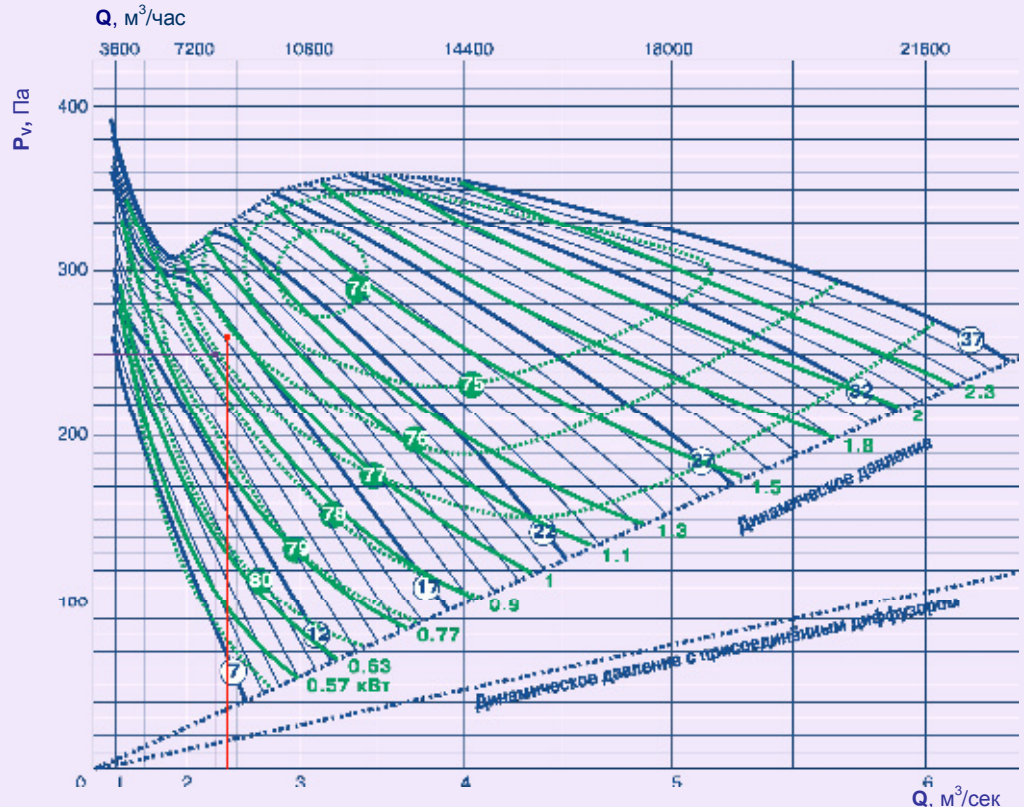
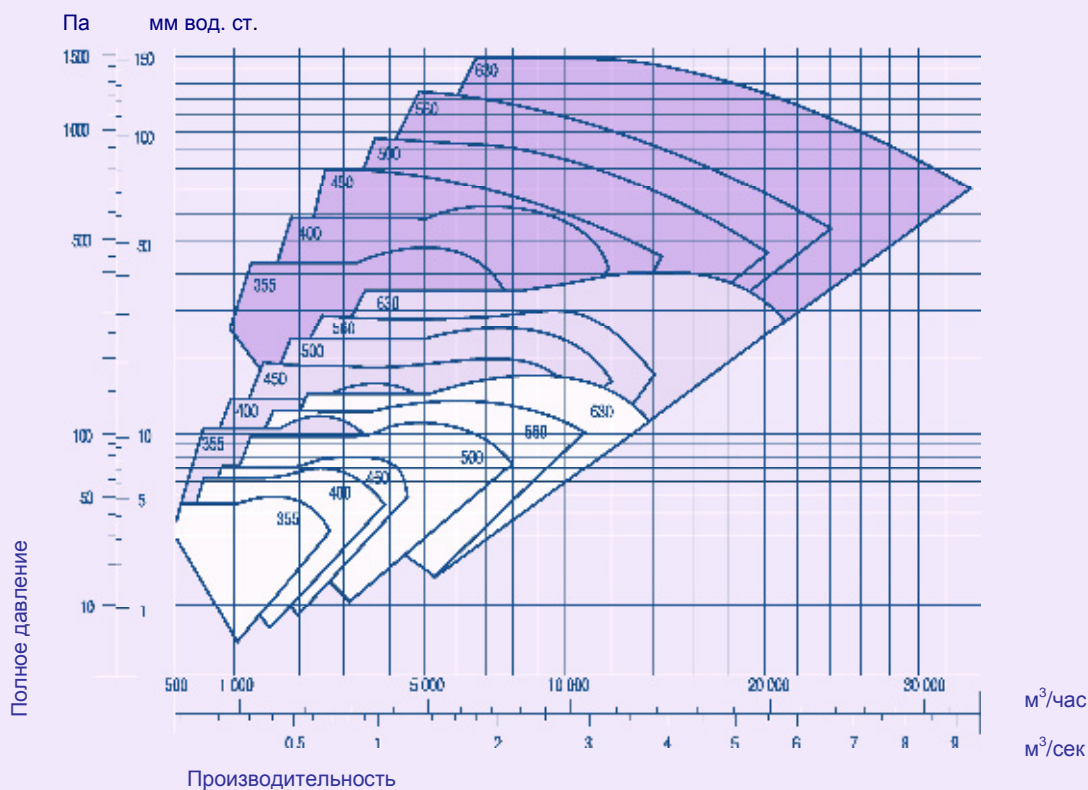

Рис. 5 Индивидуальный график характеристик вентилятора Аксипал
Рис. 6 Сводные графики характеристик вентиляторов Аксипал с размерами рабочих колес от 500 до 630 мм
Подбор вентилятора начинают с определения его номера (размера) и синхронной частоты вращения. По заданным аэродинамическим характеристикам (производительности Q и полному давлению P_v) на сводных графиках (рис. 6 и 7) определяем размер (номер) вентилятора и синхронную частоту вращения рабочего колеса вентилятора. При этом может учитываться оптимальный размер воздухопроводов или проемов в стенах и перекрытиях.
На соответствующем индивидуальном графике характеристик (рис. 5) в точке пересечения координат производительности и полного давления (рабочей точке) находим кривую характеристик вентилятора для соответствующего угла установки лопаток рабочего колеса. Данные кривые проведены с интервалом угла установки лопаток в один градус.
2. По сводным графикам аэродинамических характеристик на рис. 6 и 7 для заданных величин производительности и полного давления выбираем оптимальный размер вентилятора и синхронную частоту вращения из удовлетворяющих условиям подбора вентиляторов. Таковым оказывается вентилятор FTDB-063 (рис. 5), оснащенный электродвигателем с синхронной частотой вращения $n_0 = 1450 \text{ об/мин}$ при частоте питающей сети 50 Гц.
Н графиках представлены (см. рис. 5):
Для этого сначала с помощью шумомера необходимо измерить уровень звукового давления L_p по шкале А и его октавные составляющие в 3-х точках полусферической поверхности в соответствии с прилагаемым эскизом (рис. 6). Эти измерения производятся в испытательной лаборатории на вентиляторе, встроенном в небольшую по длине систему воздухопроводов.